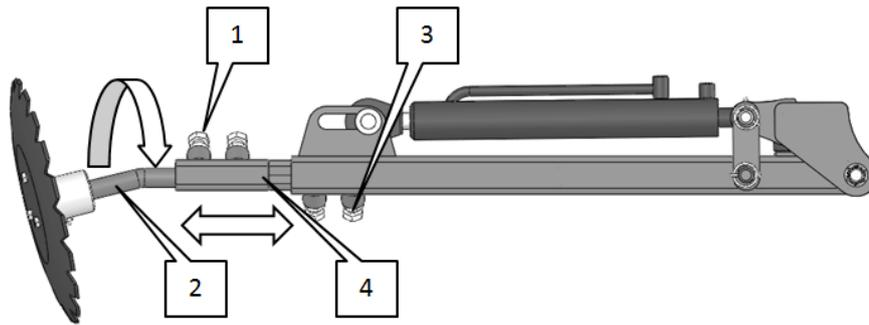

Abb. 17 Einstellung der Spuranreißer.
- Die Länge des Anreißers ist so angepasst, dass überlappende Durchgänge oder Lücken zwischen den Durchgängen vermieden werden. Um die Länge der Spuranreißer zu ändern, lösen Sie die Schrauben [3] und [1] (Abb. 17), schieben Sie die beweglichen Elemente [4] und [1] hinein oder heraus und ziehen die Schrauben fest. Der gemessene Abstand von der Mitte der Maschine zur Mitte der markierten Spur sollte der Arbeitsbreite der Maschine entsprechen. Beispielsweise sollte bei einer 3 m breiten Sämaschine der Abstand von der Mitte der Maschine zur gezeichneten Spur 3 m betragen. Überprüfen Sie während der ersten Durchgänge im Feld, ob die Durchgänge korrekt markiert sind.
- Der Anstellwinkel der Scheibe des Anreißers. Durch Ändern des Scheibenwinkels vergrößern bzw. verringern Sie die Breite der markierten Spur. Lösen Sie zum Einstellen die Schrauben [1] (Abb. 17), stellen Sie den Scheibenwinkel durch Drehen des Elements [2] ein und ziehen Sie die Schrauben fest.